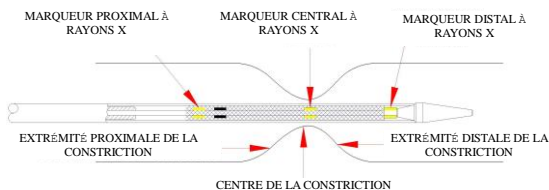

Figure 4
d) Vérifiez le positionnement au cours du déploiement de l'endoprothèse (point de non retour au niveau du marqueur central radio-opaque) et continuez à tirer sur le connecteur Y jusqu'à ce que l'endoprothèse soit entièrement déployée. (Voir figure 4, 5)